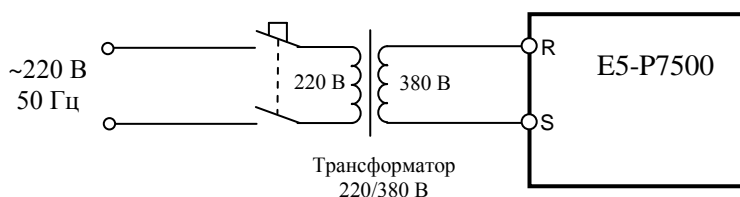

Рис. 4.9. Подключение ПЧ к электросети 1Ф ~220 В через трансформатор 220/380
4.7.1. Подключить преобразователь **E5-P7500-005H...010H** к электросети 3Ф ~380 В (или к электросети 1Ф ~220 В через трансформатор 220/380 В, как показано на рис. 4.9).
4.8.1. Подключить три лампы (~220 В, 40-100 Вт), соединённые по схеме «Звезда» к выходным клеммам U, V, W преобразователя частоты. Подать питание ~380 В 3Ф (или ~220 В 1Ф через трансформатор 220/380 В (см. рис. 4.9)).